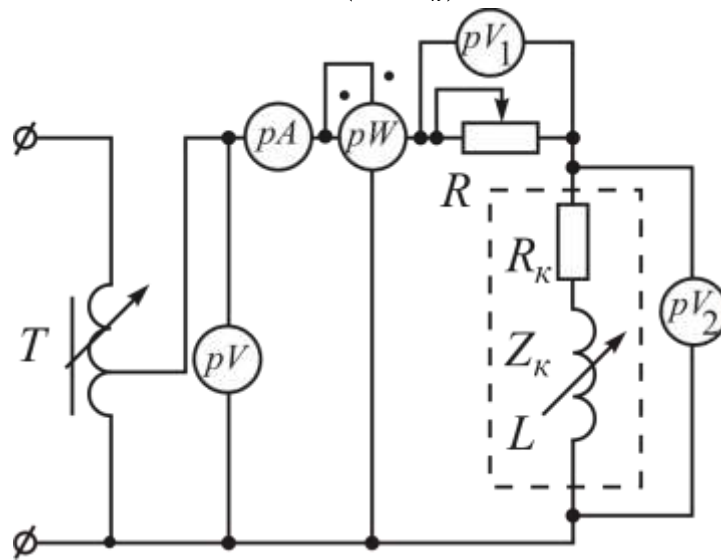

Рис. 2.1
На рис. 2.1 приведена схема с последовательным соединением реальной катушки индуктивности и активного сопротивления. В реальной катушке индуктивности выделяются индуктивное сопротивление $X_L = \omega L$ и собственное активное сопротивление R_k , обусловленное сопротивлением проводов обмотки.
1. Для электрической цепи, схема которой показана на рис. 2.1, на основе анализа приведенных в методических указаниях формул постройте качественно: